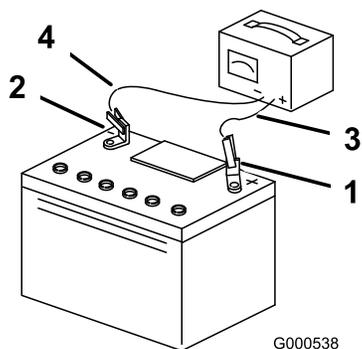

Figura 52
4. Cuando la batería esté completamente cargada, desconecte el cargador de la toma de electricidad, luego desconecte los cables del cargador de los bornes de la batería (Figura 52).